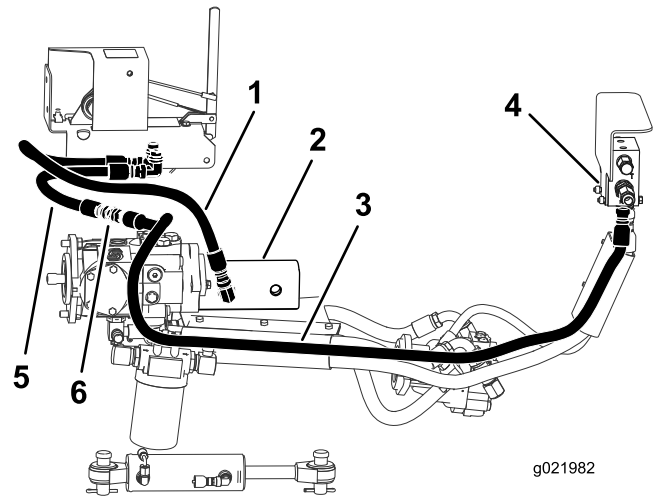

Figura 19
1. Desconecte la manguera A de la manguera D, dejando el conector acoplado a la manguera A (Figura 19).